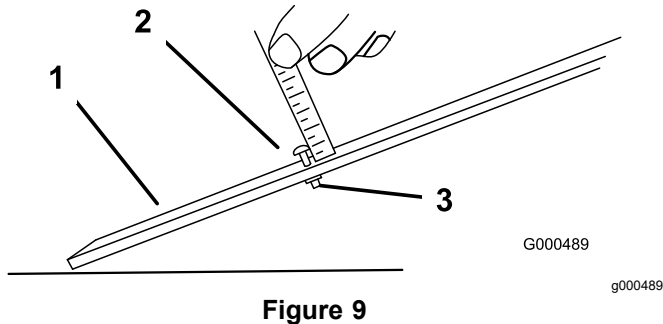

Figure 9
1. Desserrez l'écrou du gabarit et tournez le boulon de réglage de manière à obtenir la hauteur de coupe voulue (Figure 9).